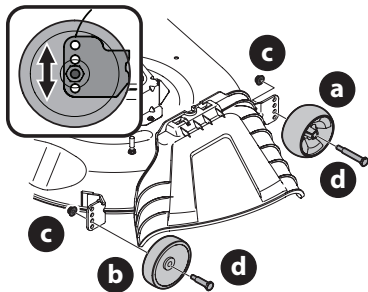

Fig. 20
- b. Retire las ruedas delanteras (a) y traseras (b) de la plataforma retirando las tuercas de seguridad con brida (c) y los tornillos con reborde (d) que los sujetan a la plataforma (Fig. 20).